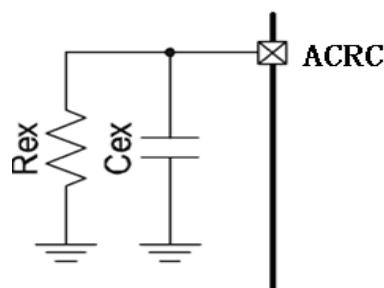

图5. ACF模式引脚ACRC的外接方式
*2:连接方式见下图5所示。
ACF模式下启动时间^{*1}和释放时间^{*2}可通过在ACRC端外接不同的电阻(R_{ex})和电容(C_{ex})值灵活地设置,连接方式见图5所示。